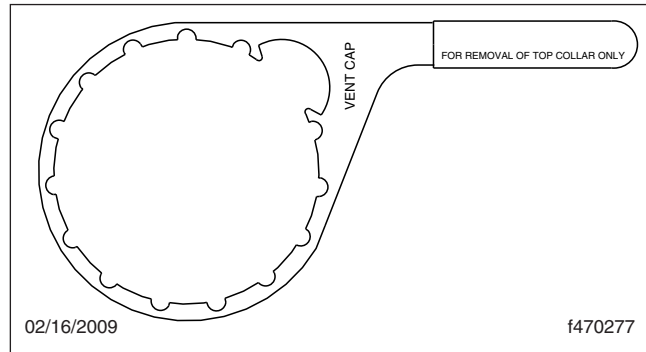

Figura 3, Llave para collar DAVCO
5. Con una llave para collar DAVCO (**Figura 3**), retire la cubierta transparente y el collar.
5. Con una llave para collar DAVCO, mostrada en la **(Figura 3)**, retire la cubierta transparente y el collar.